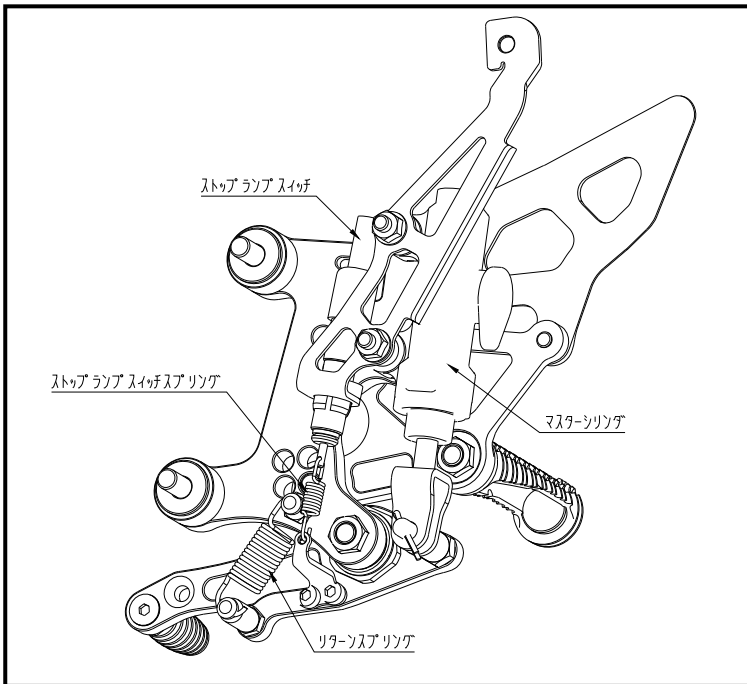

図2 マスターシリンダ取付
- ① STDステップを取外します
- ② 下記のSTDパーツをモリワキ製ステップに付け替えます。(図2、3参照)